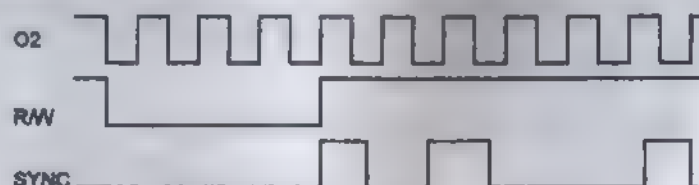

Figura 3.7 Señal SYNC del 65C02
Es una línea de salida de la CPU, que identifica en el exterior, los ciclos en los que se realiza la búsqueda (*Fetch*), de un código de operación (OP). Pasa a nivel alto durante la fase θ_1 de la búsqueda del código de operación de una instrucción. En la figura 3.7 queda detallado el proceso de activación de esta línea.